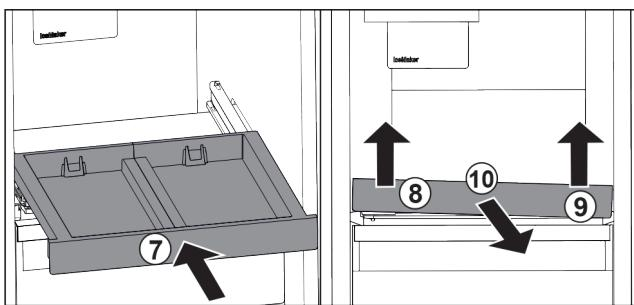

Fig. 25
- Zasuňte vysouvací přihrádku. Fig. 25 (7)
- Vysouvací přihrádku vpředu vlevo nadzvedněte. Fig. 25 (8)
- Vysouvací přihrádku vpředu vpravo nadzvedněte. Fig. 25 (9)
- Odeberte vysouvací přihrádku směrem dopředu. Fig. 25 (10)